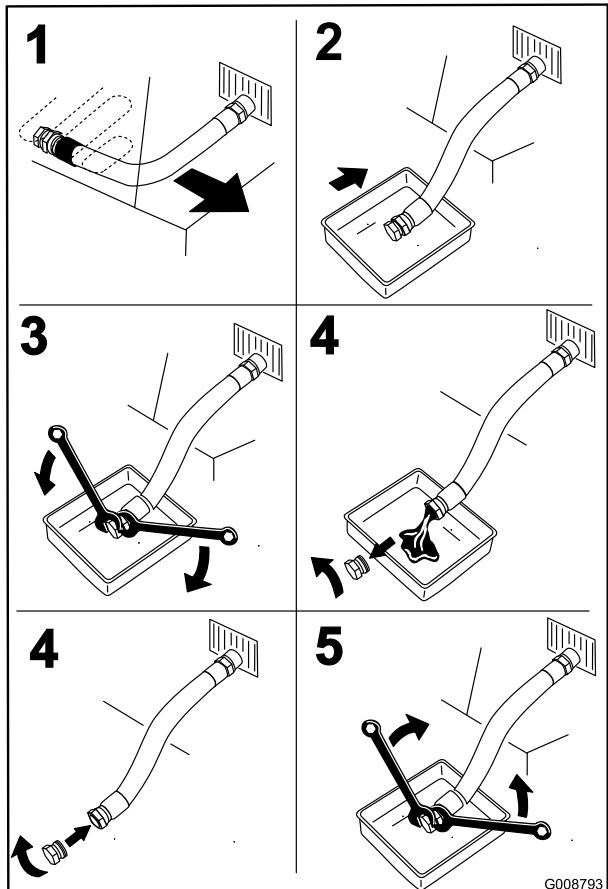

Figura 45
- Pare el motor, retire la llave y espere a que se detengan todas las piezas en movimiento antes de abandonar el puesto del operador (Figura 45).